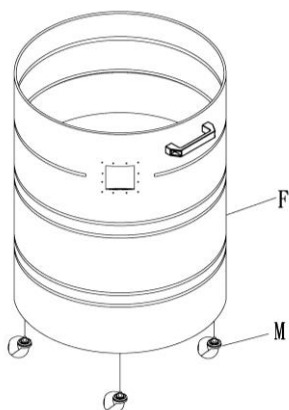

Figure 4
4. Installez quatre roulettes (M) dans les écrous filetés sous le cylindre (F). Voir la Figure 4.